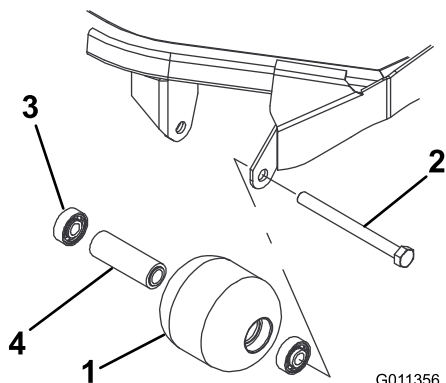

Figure 82
1. Retirez le boulon de fixation du galet (Figure 82).
1. Enfoncez le premier roulement dans le logement à la presse (Figure 82). Exercez la pression uniquement sur la bague extérieure ou uniformément sur les bagues intérieure et extérieure.
2. Insérez l'entretoise (Figure 82).
3. Enfoncez le second roulement dans le logement à la presse (Figure 82). Exercez une pression uniforme sur les bagues intérieure et extérieure jusqu'à ce que la bague intérieure rencontre la douille d'écartement.
4. Vérifiez l'état du logement de roulements, des roulements et de l'entretoise de roulements (Figure 82) Remplacez les composants endommagés et remontez-les.